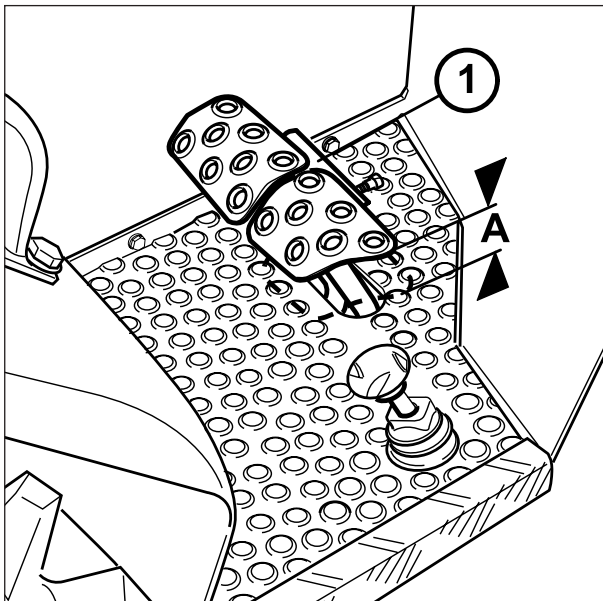

Fig. 101 - Carrera pedales frenos A= da 2,5 a 3 cm
## OPERACIÓN 11 Pedales de los frenos (Fig 101)
- quite el pasador de unión de los pedales (1 Fig. 101) (9045 - 9055);